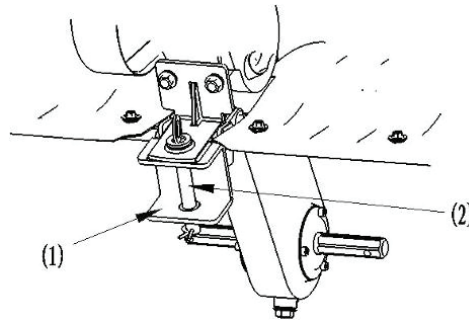

рис.11
Прицепить к сцепному устройству необходимую насадку (плуг, рыхлитель, тележку), как показано на рис.11:
- вынуть стержень (рис.11 поз.2);
- установить в сцепное устройство (рис.11 поз.1) рычаг (кольцо) насадки;